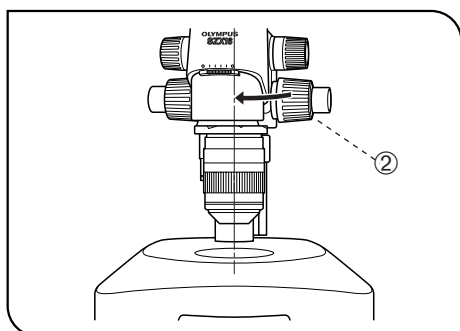

Fig. 31
2. Devuelva el cuerpo del microscopio a la trayectoria de luz de iluminación, aflojando el mando de sujeción del módulo de enfoque ②, girando el cuerpo del microscopio suavemente en la dirección de la flecha, alineando visualmente el objetivo con la trayectoria de luz de iluminación y apretando el mando de sujeción ② de nuevo. (Fig. 31)